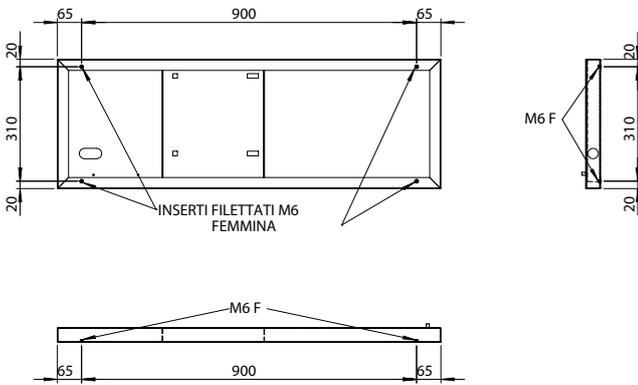

Рис. 1.i
- соответствие требованиям стандартов сейсмических испытаний IEC 60068-2-6, IEC 60068-2-57, IEC 60068-2-64, ISO2041. В целях обеспечения соответствия вышеперечисленным стандартам шкаф крепится к полу анкерными болтами через резьбовые отверстия (внутренняя резьба M6)? как показано на Рис. 1.i.